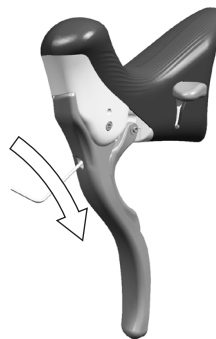
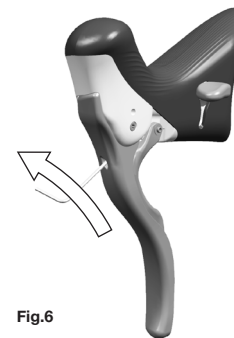

Fig.5
Fig.6
- Ruotate in verso orario per allontanare la leva dal manubrio (Fig.5), oppure ruotate in verso antiorario per avvicinare la leva al manubrio (Fig.6).